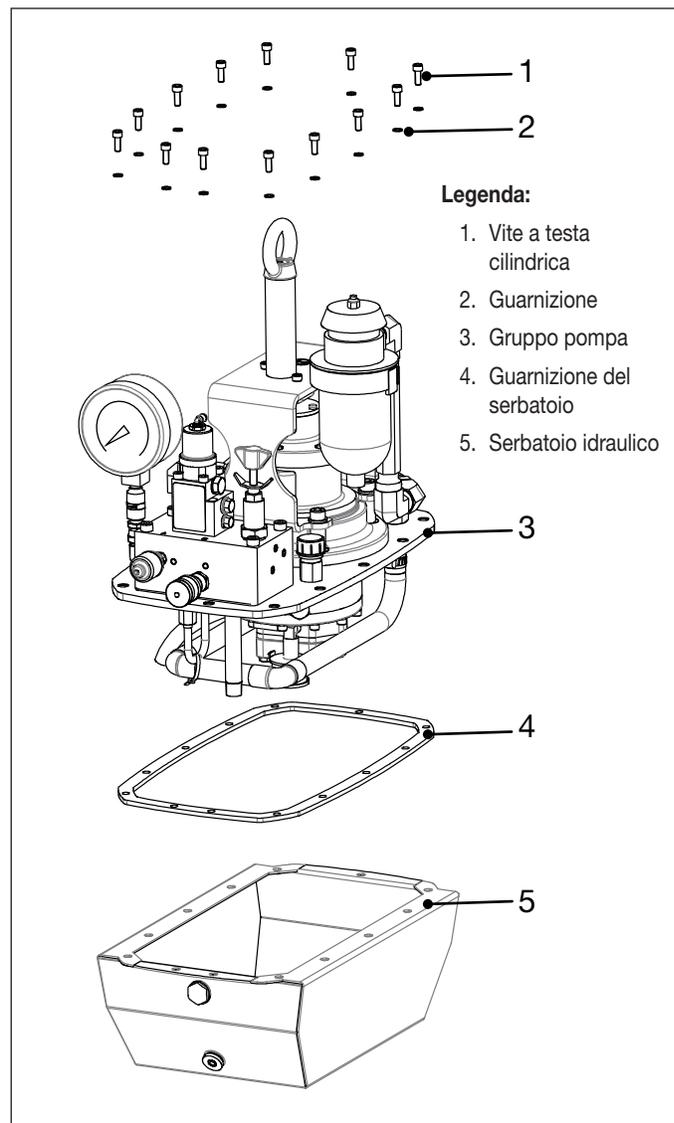

Figura 18: Assieme pompa e serbatoio idraulico
11. Agganciare il sollevatore e l'imbracatura al golfare. Sollevare con attenzione l'assieme pompa per staccarlo dal serbatoio idraulico come un unico corpo. Vedere Figura 18.
16. Ispezionare la guarnizione del serbatoio. Sostituirla con una guarnizione nuova se è usurata o danneggiata. Vedere Figura 18.
17. Al termine della pulizia, rimontare la pompa sul serbatoio idraulico eseguendo i passi da 8 a 11 di questa procedura in ordine inverso. Applicare sigillante per filettature Loctite 243 su tutti i bulloni di montaggio del coperchio e serrarli a 6,8-8,5 Nm [60-75 lb-in]. Vedere Figura 18.